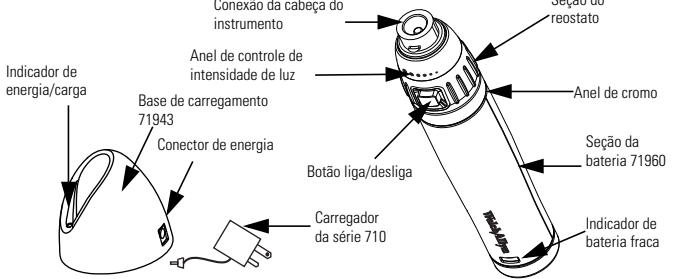

Figura 1
- Aperte o botão liga/desliga na seção do reostato e gire o anel de controle de intensidade de luz no sentido horário. Para intensificar a luz, continue a girar até que o limite seja alcançado (Figura 1).
- Conecte o carregador em uma tomada de parede e o conector de energia na base de carregamento. O indicador de energia/carga se acenderá (verde) quando for aplicada alimentação (Figura 1).
- O indicador de bateria fraca se acenderá vários minutos antes de o cabo se desligar, dependendo da idade da bateria (Figura 1).